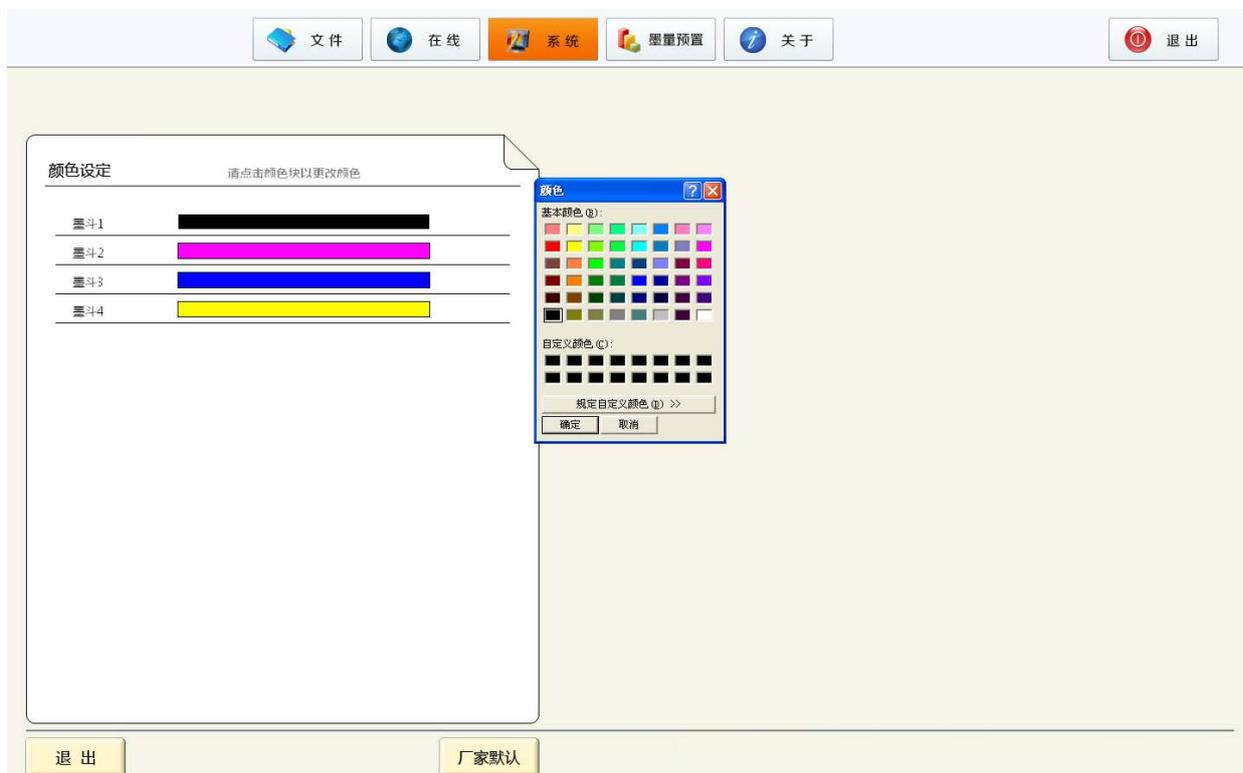

图 5.7.2
2、单击希望更改的墨刀组对应的颜色块，打开颜色对话框，如图 5.7.2。